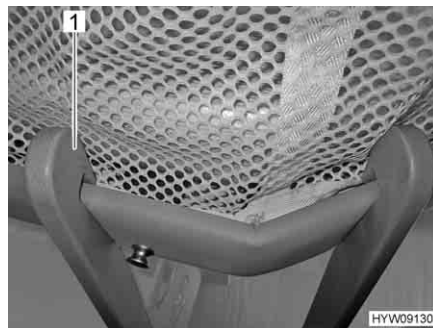

Fig. 59 Scaletta di accesso, agganciata
- Agganciare la scaletta di accesso al letto basculante con le due staffe (Fig. 59,1) infilate nel bordo del letto.